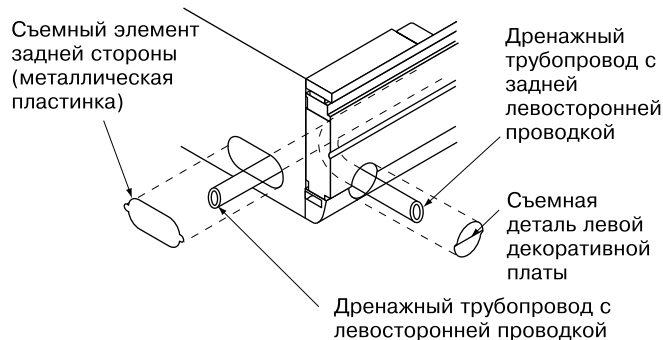

Рис. 20
(1) Подключите дренажный трубопровод
- Для выпускной дренажной трубы можно выбирать направление проводки вправо, назад вправо, влево и назад влево. Направления вправо и назад вправо рассмотрены в п. "РАБОТА С ТРУБОПРОВОДОМ ДЛЯ ХЛАДАГЕНТА", а направления влево и назад влево показаны на рис. 20.